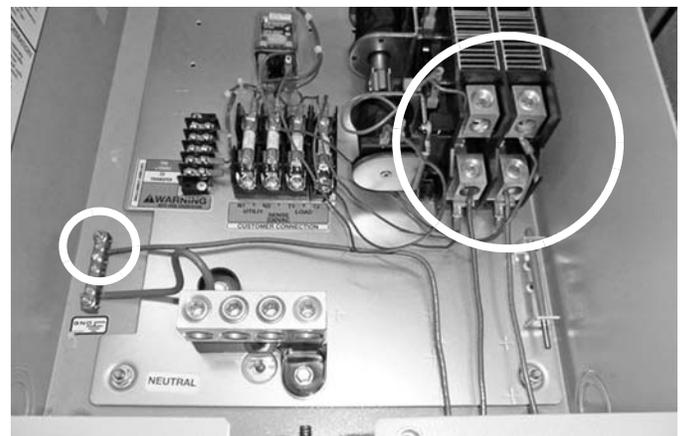

Рис. 2-9.
- Подсоедините активный (коричневый) и нейтральный (синий) провода к клеммам клиентской нагрузки с ярлыками T1 и T2 на передаточном механизме. Убедитесь, что все цвета совпадают (рис. 2-9).